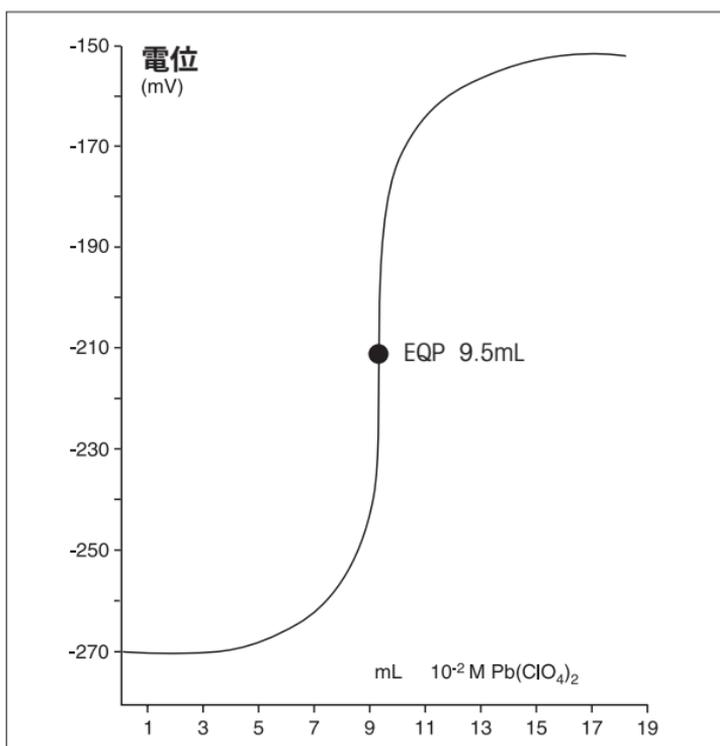

図 3 – 典型的な硫酸塩滴定曲線
2. Tx Excellence および G20 Compact 滴定装置に設定されている標準 EQP (当量点) 滴定法テンプレートをを使用して、当量点滴定を行います。滴定の EQP とは、スロープが最も大きくなる点 (変曲点) です。図 3 を参照
- Tx Excellence および G20 Compact 滴定装置に設定されている標準 EQP (当量点) 滴定法テンプレートを使用して、当量点滴定を行います。滴定の EQP とは、スロープが最も大きくなる点 (変曲点) です。図 3 を参照